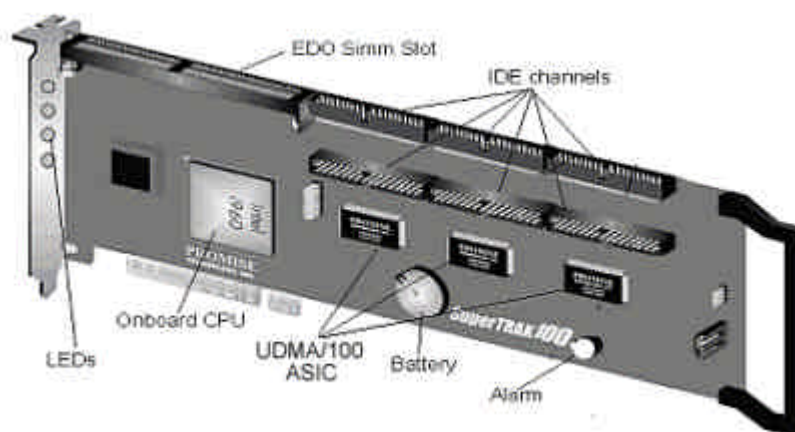

Figure 1 : La carte contrôleur SuperTrak100
REMARQUE : la carte contrôleur SuperTrak100 est livrée avec deux étiquettes de protection amovibles qui protègent le vibreur d'alarme sonore (voir figure 1) et la pile (voir figure 1) qui maintient la mémoire RAM non-volatile. Ces étiquettes doivent être retirées avant d'installer la carte.
Comme on peut le voir à la figure 1, la carte contrôleur SuperTrak100 possède certaines caractéristiques physiques qu'il est important de noter au moment de procéder à l'installation : une prise SIMM pour la mémoire EDO (8 Mo minimum), 6 connexions pour canaux IDE (1 unité « maître » par canal), un vibreur pour les alarmes, une pile et 4 DEL qui se trouvent sur la face arrière de la carte.
1) Installez la mémoire EDO dans l'emplacement réservé aux SIMM à la position SIMM1 (voir figure 1)
Figure 1 L'exigence minimum, pour ce qui est de la mémoire, est de 8 Mo ; pour obtenir une performance optimale, Promise recommande 16 Mo au moins. Les cartes sont livrées avec 16 Mo de mémoire.
- 2) Retirez l'étiquette protectrice de la pile de 3 V (CR2032 ou compatible) livrée avec la carte (voir figure 1) prévue pour le maintien de la mémoire NVRAM.
- 3) Retirez l'étiquette protectrice du vibreur d'alarme sonore (voir figure 1).